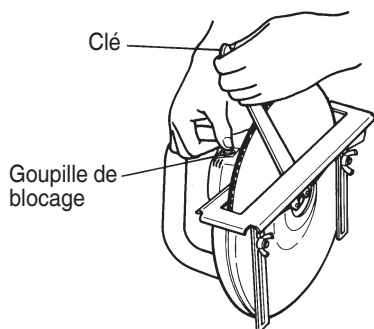

Fig. 3
- (1) Retourner la machine de manière à avoir l'arbre dirigé vers le haut.
- (2) Poser la rondelle de meule sur l'arbre.
- (3) Ajuster la saillie de la meule à découper sur la rondelle de meule.
- (4) Poser la rondelle intérieure sur la meule à découper et visser l'écrou de meule sur l'arbre.
- (5) Introduire la goupille de blocage pour empêcher la rotation de l'arbre et serrer l'écrou de meule avec la clé accessoire, comme le représente la Fig. 3.